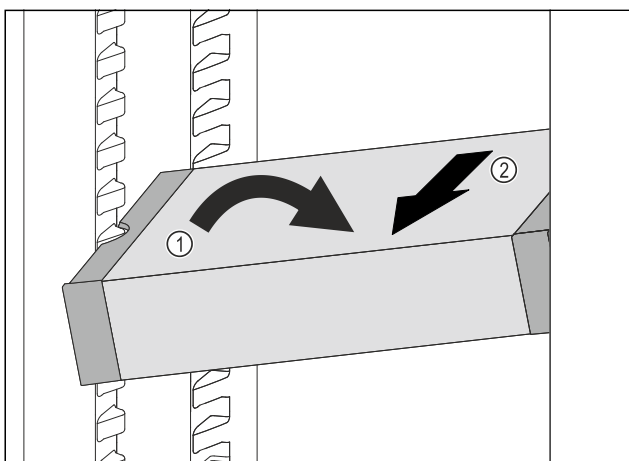

Fig. 135
- Impostare il vano frigorifero di VarioSafe ad angolo. Fig. 135 (1)
- Rimuovere VarioSafe tirando in avanti. Fig. 135 (2)